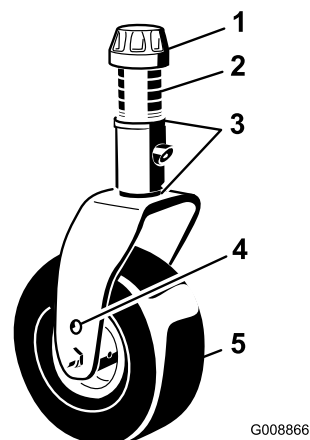

Figura 82
- Retire el casquillo tensor del eje y deslice el eje fuera del brazo de la rueda giratoria (Figura 82). Vuelva a colocar los suplementos, según sea necesario, para elevar o bajar la rueda giratoria y obtener la inclinación correcta de la unidad de corte.